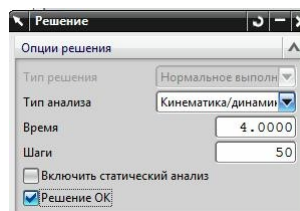

рис.12
- Расчет реакций сил и моментов обычно выполняют уже после того, как хотя бы единожды вы посмотрели анимацию всего механизма. При этом до сих пор число шагов вы выбирали только исходя из соображений плавности анимации. Поскольку сейчас мы станем повторно рассчитывать многочисленные реакции и фиксировать их в Excel таблицах и на графиках, следует очень настоятельная рекомендация: **ЧИСЛО ШАГОВ НЕ ДОЛЖНО ПРЕВЫШАТЬ 10 – 50** (рис.12). Иначе время расчета и формирования таблицы Excel неоправданно затянется.